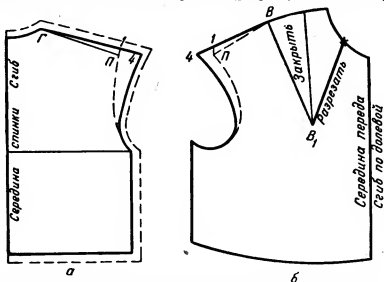

Рис. 280. Нанесение линий фасона блузки со сборками по горловине:
**Спинка.** Для построения короткого рукава от точки П вверх откладывают 1 см (рис. 280, а). Затем от точки Г через точку 1 проводят линию длины рукава так, чтобы она вышла за точку 1 на 4 см (можно на 2 см). От точки 4 вычерчивают пройму рукава спинки. Длина блузки от талии устанавливается по желанию.
**Полочка.** Вырез горловины делят на две равные части (рис. 280, б) и обозначают точкой деления, от точки деления проводят линию разреза к точке В1 (низа нагрудной вытачки). Основная вытачка закрывается.